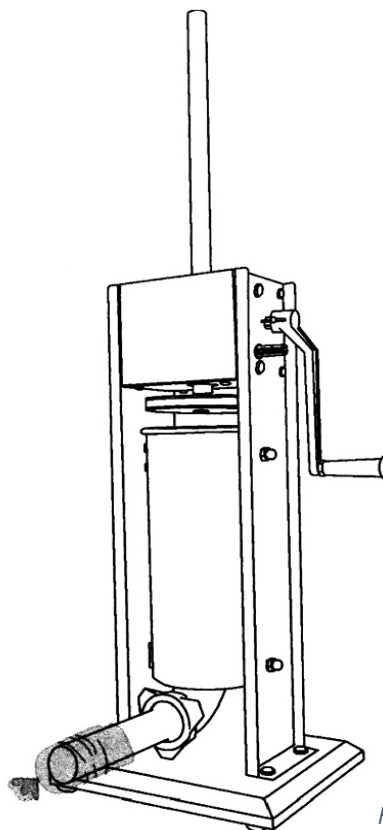

Fig. 8
6. Glissez un boîtier complètement sur l'extrémité de l'entonnoir du poussoir (fig. 8).